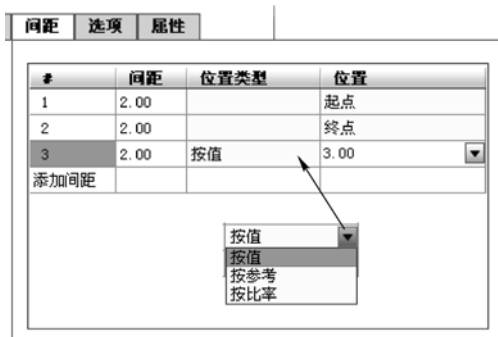

图 6-16 添加新螺距点
⑥ 在“螺旋扫描”选项卡中打开“间距”面板，设置起点位置的“间距”值（螺距）为“2”，接着单击“添加间距”标识所在行的其他单元格以添加一个螺距点，该螺距点的“位置”为“终点”，其对应的螺距值设为“2”。继续添加一个螺距点，其“位置类型”默认为“按值”，将其“位置”值设置为“3”，间距值为“2”，如图 6-16 所示。